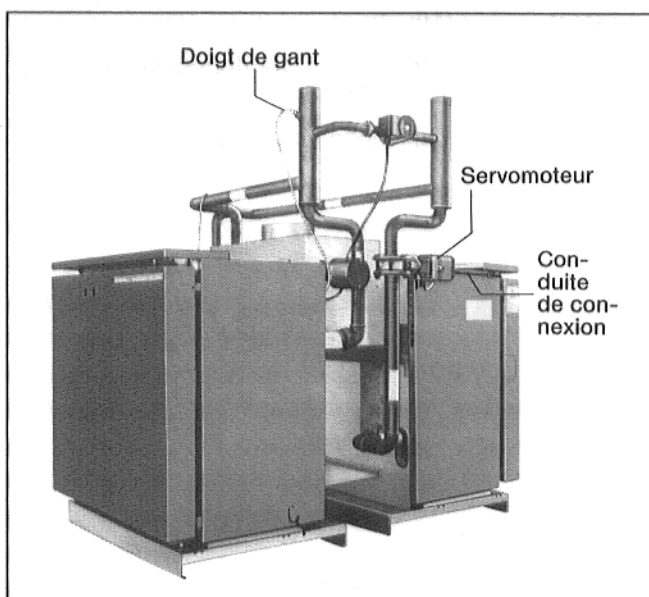

Fig. 6
14. Introduire simultanément la sonde et les pièces borgnes dans le doigt de gant (6). Enfoncer l'arrêtage de sécurité de la sonde sur la tête du doigt de gant.
16. A l'aide des colliers adhésifs, fixer la conduite de connexion du servomoteur de la soupape d'arrêt sur les parois latérales et intermédiaires jusqu'au module de régulation HS 3207 ou HS 3321 (bloc chaudière 2) (Fig. 6).